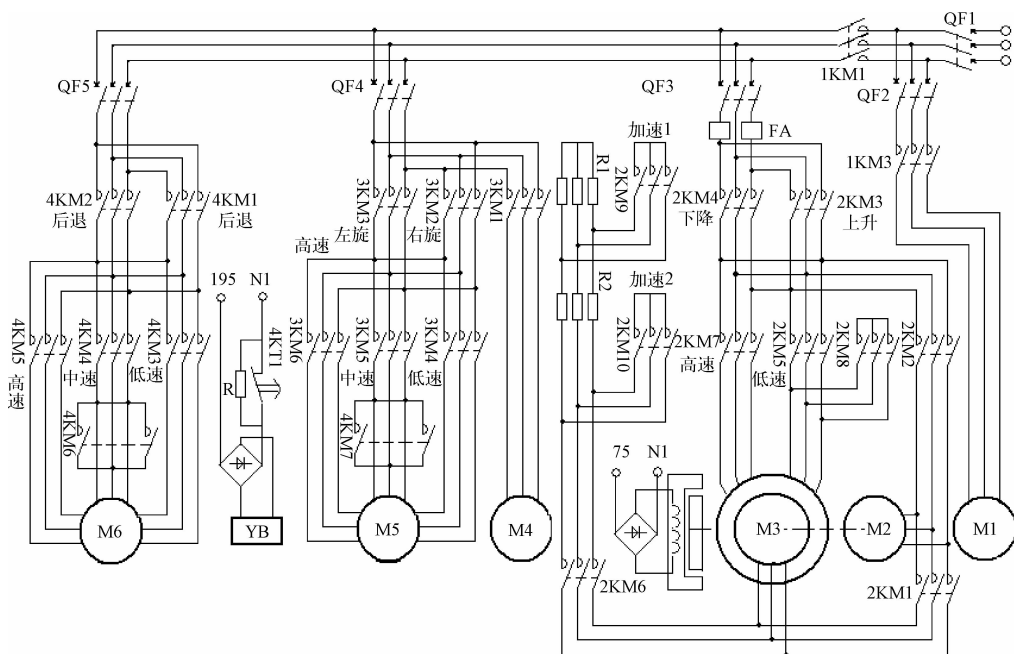
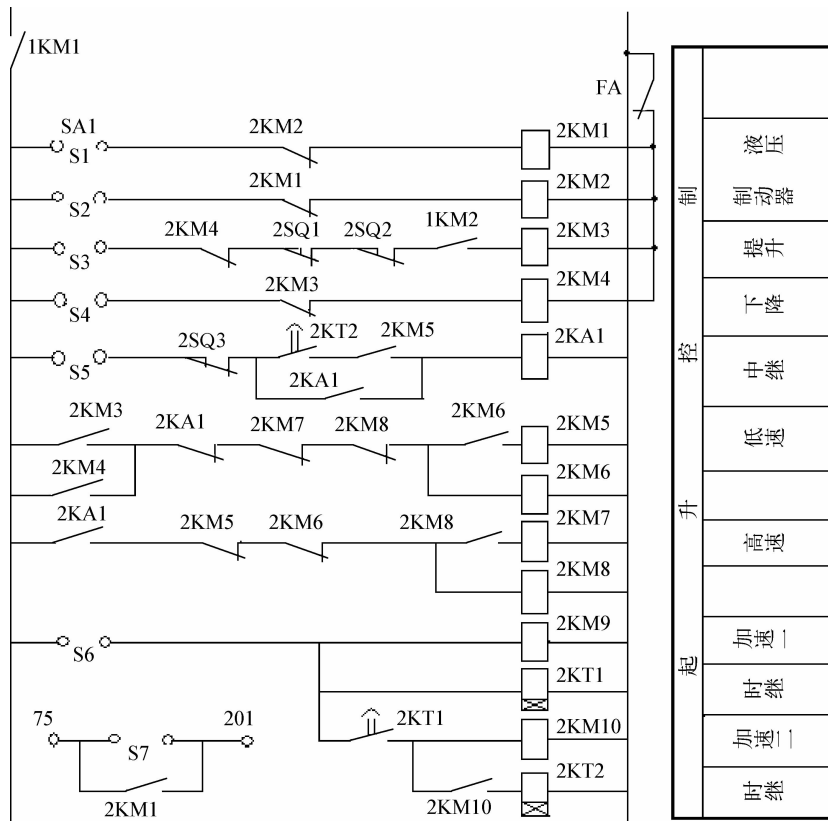

图 2-47 某品牌塔式起重机电气主线路
图 2-49 吊塔起降控制线路
3. 在图2-47中,电机M6用来控制小车前进和后退,4KM1、4KM2闭合实现电机M6前进和后退的原理是_____ ;按照三速电机的绕组结构原理,在图中的电机M6线路中标出6个接线端子的线号名称;线号195-N1之间接有时间继电器触点、电阻器R和二二极管构成的电路,这个电路的名称是_____,它的工作原理是_____ ;在M5的控制线路中,3KM7的作用是_____,当它闭合时电动机M5一定处于_____ (高、中、低速)状态;M3是_____ 异步电动机,在图中它的调速方式是_____ 。
5. 在图 2-47 中,从主电路看,电机 M3 是吊塔升降控制电机,它是_____ (鼠笼式、绕线式) 转子结构,它的转速是_____ (单速、多速),图 2-49 是起升控制线路,2KM8 闭合时,电机 M3 绕组是_____ 接法。